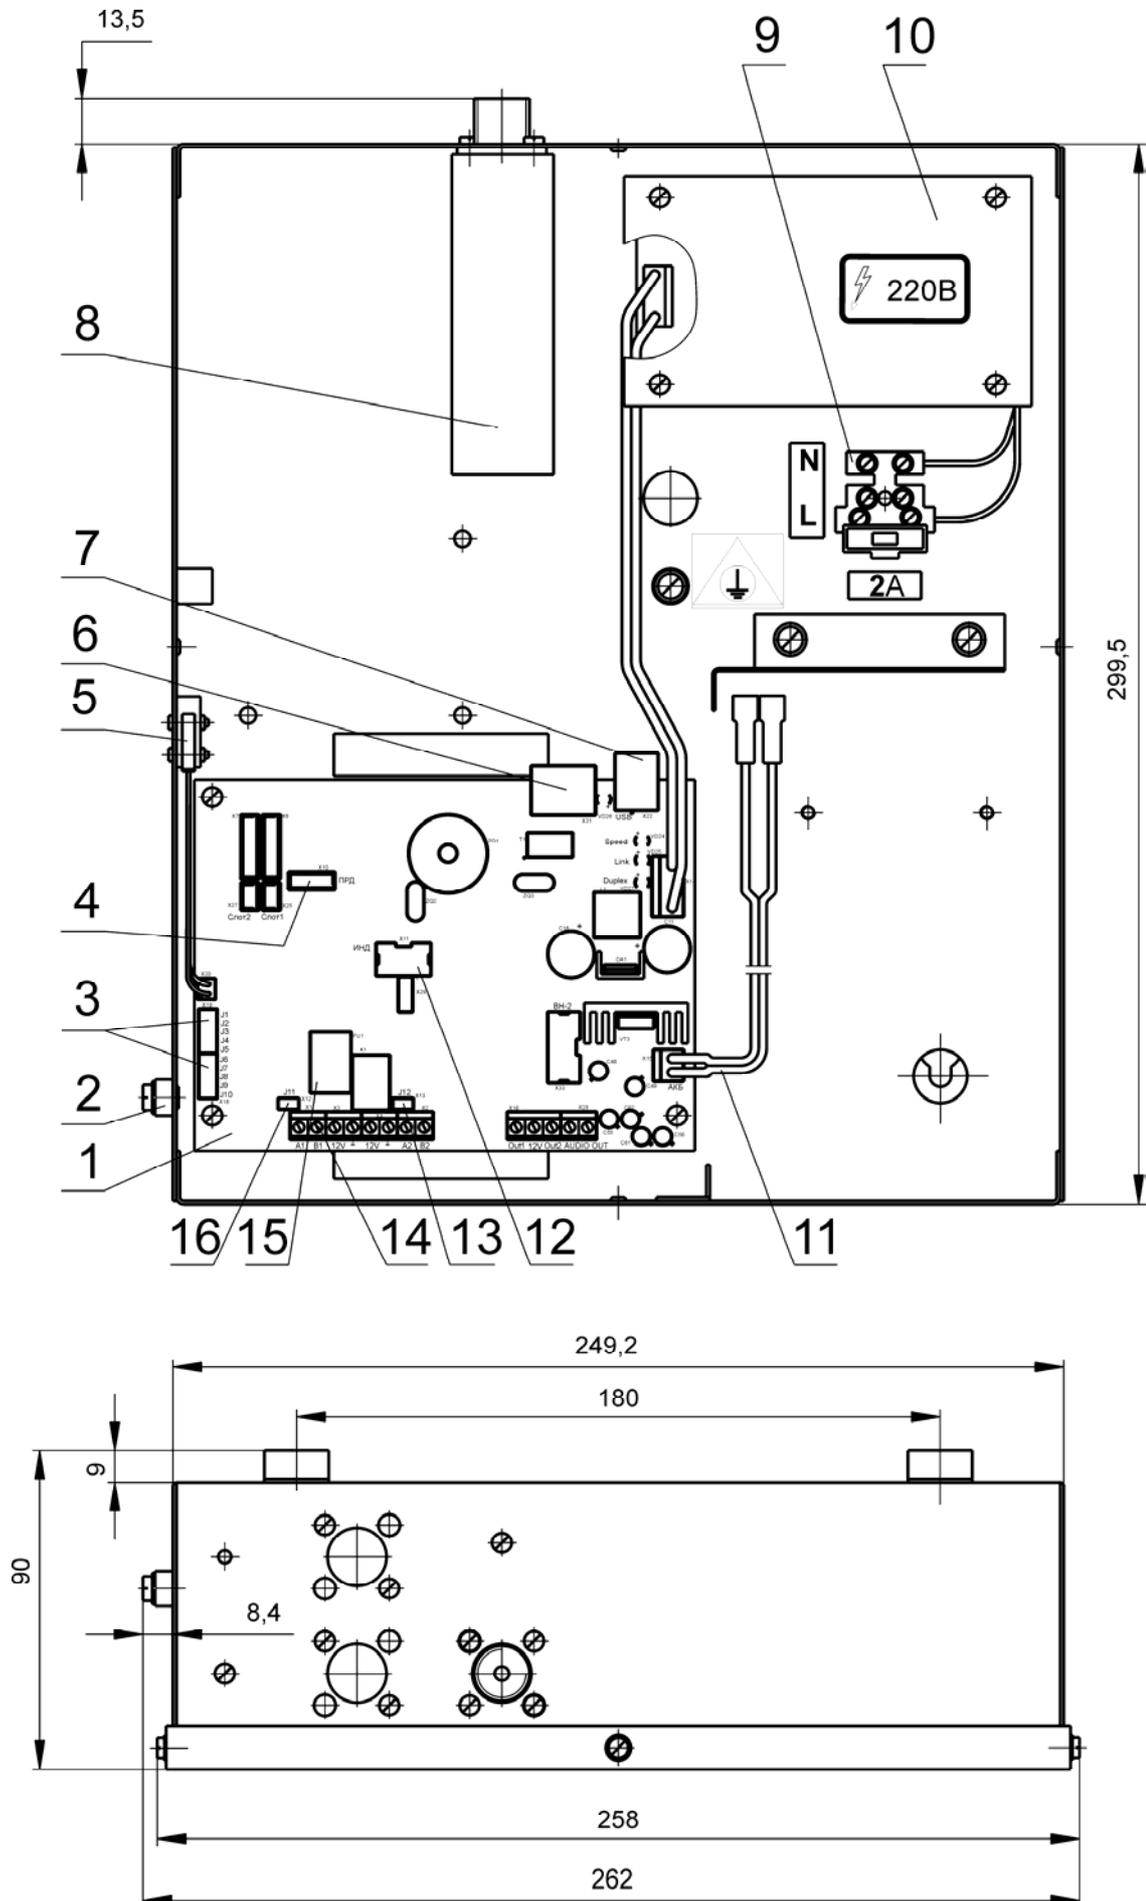

Рисунок 2 - Размещение узлов в кожухе концентратора
1.4.1.2 В корпусе концентратора смонтированы (см. рисунок 2): печатный узел управления, источник питания 220/14В.